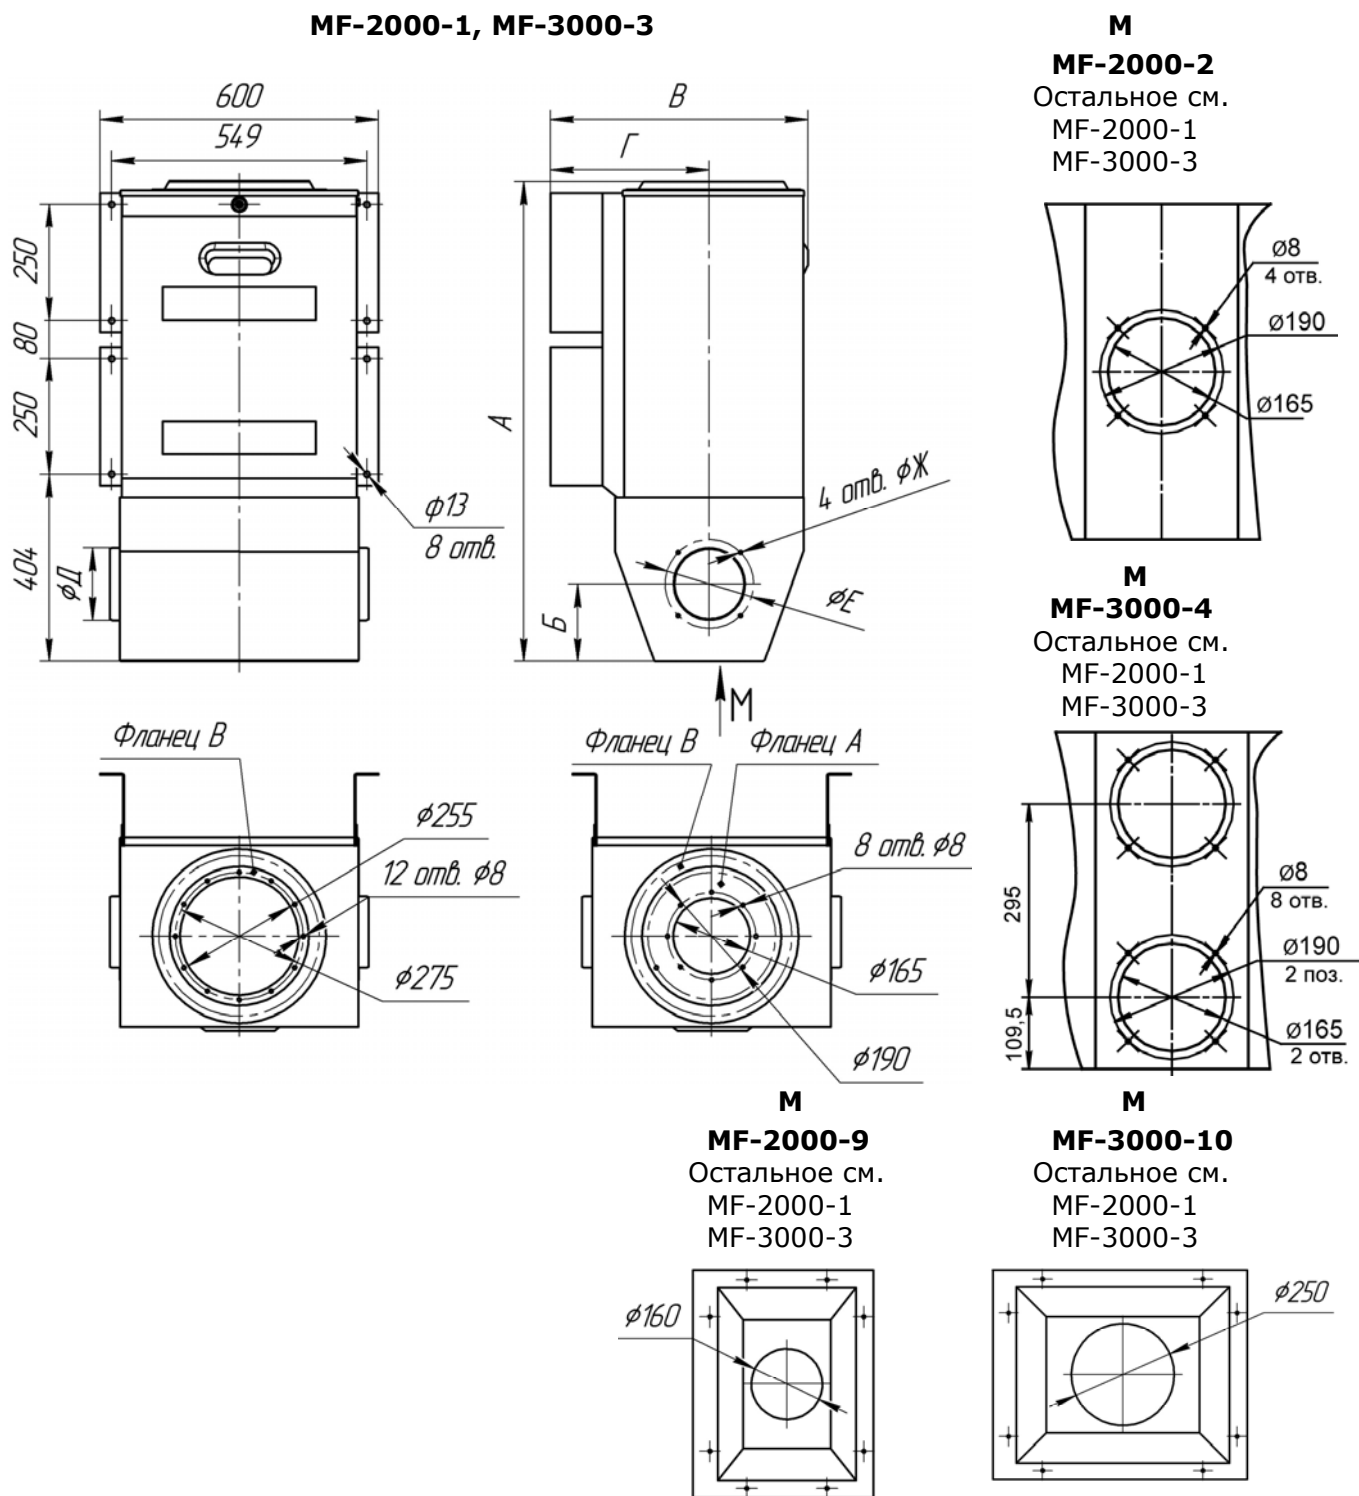

Рисунок 4.1
4.1. Габаритные и присоединительные размеры фильтров MF с различными приемными камерами указаны на рис. 4.1 и в таблице 1.